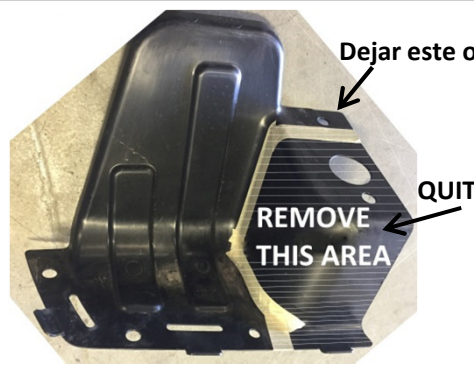

Figura 1
- Bajar el silenciador:** Bajar el silenciador mediante la eliminación de (3) colgantes aislantes de goma de las varillas colgantes. (Cerciorarse de apoyar el escape para evitar daños) Rocíar un lubricante o agua jabonosa en la varilla colgante de metal y en el aislante de goma ayuda para el desmonte.
- Recortar el panel inferior de la carrocería del lado del conductor:** Con una navaja utilitaria u otra herramienta de corte adecuada, recortar el panel inferior de la carrocería como se muestra en la **Figura 1**, cerciorarse de dejar el orificio del perno más delantero en la parte superior para instalación.
**Recortar el panel inferior de la carrocería del lado del conductor:** Con una navaja utilitaria u otra herramienta de corte adecuada, recortar el panel inferior de la carrocería como se muestra en la **Figura 1**, cerciorarse de dejar el orificio del perno más delantero en la parte superior para instalación.